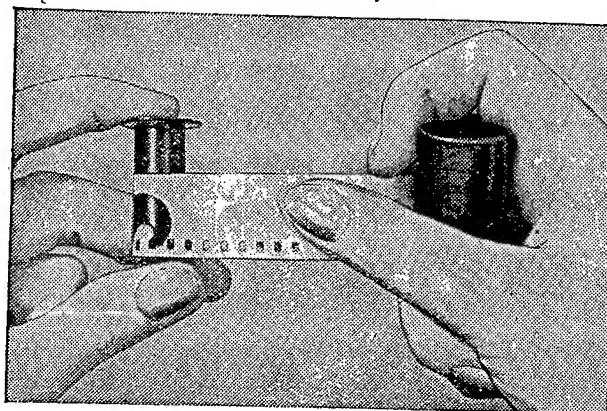

Рис. 13
3. Вытянуть из кассеты свободный конец пленки на длину не более 10 см и закрепить на приемной катушке под пружиной (см. рис. 13) так, чтобы первое перфорационное отверстие пленки стало чуть дальше выступа пружины и потянуть пленку обратно — выступ пружины